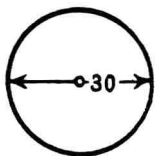

图 1
1. 把一块铁皮剪成直径为 30 毫米的圆片，在圆片的中心用铁钉钻一个小孔(小孔的大小应比竹丝的直径略小)，如图 1 所示。